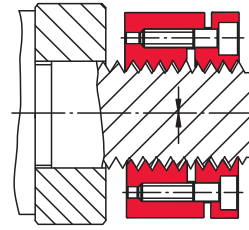

Bild 2
3. Spannschrauben gleichmäßig und kreuzweise bei gleichzeitigem Hin- und Herdrehen der Stellmutter solange anziehen, bis sie mit sattem Gang nahezu spielfrei läuft (Bild 2).